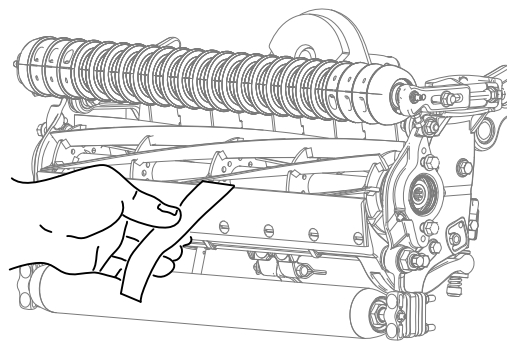

Figura 8
- B. Inserte una tira larga de papel para comprobar el rendimiento del corte (Pieza Toro N.º 125-5610) entre el molinete y la contracuchilla, perpendicular a la contracuchilla (**Figura 8**) y, a continuación, gire **lentamente** el molinete hacia delante; deberá cortar el papel; de lo contrario, repita los pasos A y B hasta que lo corte.
13. Inserte una tira larga de papel para comprobar el rendimiento del corte (pieza Toro n.º 125-5610) entre el molinete y la contracuchilla, perpendicular a la contracuchilla (Figura 8) y, a continuación, gire **lentamente** el molinete hacia delante; deberá cortar el papel; de lo contrario, gire 1 clic cada perno de ajuste de la barra de asiento en sentido horario, hasta que corte el papel.